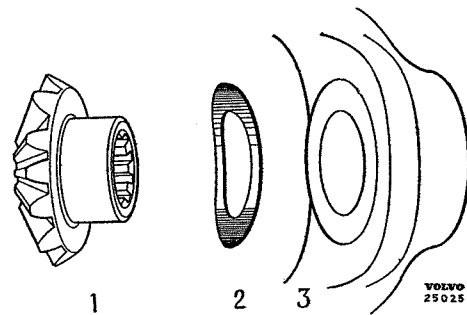
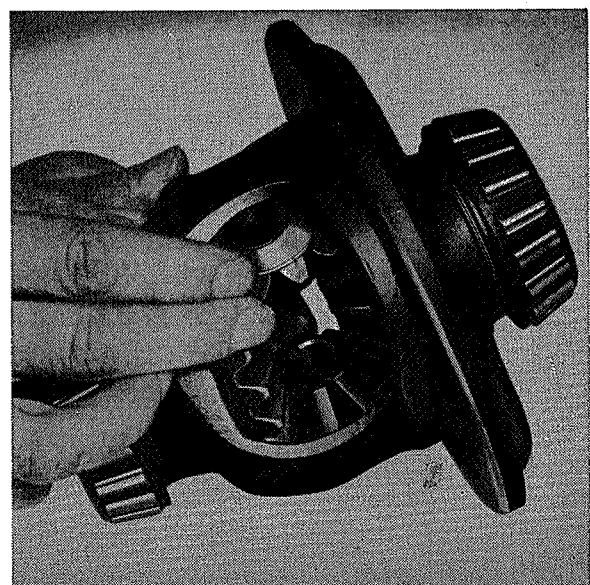

Fig. 4-101. Montage van de drukringen
Fig. 4-102. Montage van de differentieeltandwielen
1. Plaats de differentieeltandwielen en de drukringen in het satelietenhuis. Monteer de verende drukringen op de juiste wijze. De achterkant (bolle kant) moet tegen het satelietenhuis aanliggen, zie Fig. 4-101. Rol dan de satelietenwielen met de schotelvormige drukringen tegelijk op hun plaats, zie Fig. 4-102.